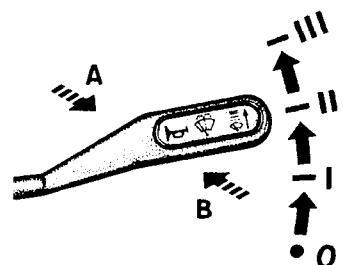

Рис. 5.5. Положения рычага переключателя стеклоочистителя, стеклоомывателя (со звуковым сигналом*)
* На части автомобилей звуковой сигнал включается переключателем стеклоочистителя и стеклоомывателя (см. рис. 5.5).
При положении рычага (рис. 5.5):
Если в переключателе установлен выключатель звукового сигнала* (рис. 5.5), то для кратковременного включения омывателя и стеклоочистителя рычаг переключателя необходимо перевести из положения 0 от себя (в направлении стрелки «A»), а для включения звукового сигнала* рычаг перевести (из любого положения) на себя (в направлении стрелки «B»).